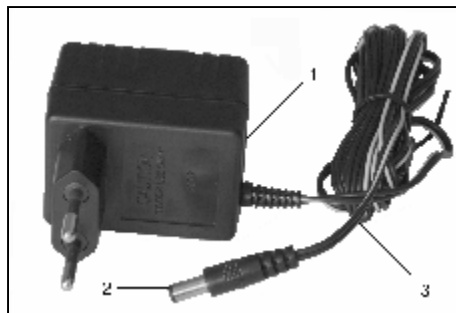
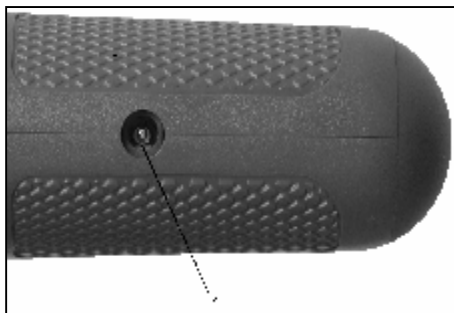

Рис.4
Рис.5
1. Вставьте штекер (2) зарядного устройства (1, смотри Рис.4) в гнездо (1, смотри Рис.5) отвертки.